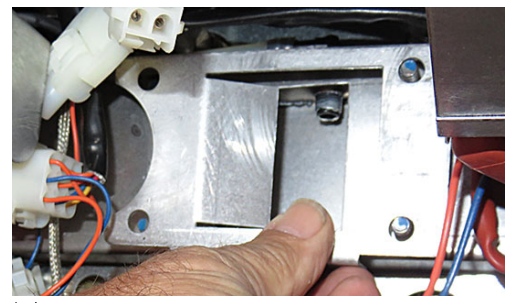

図13
16. プレナムガスケットとバッフルを取り外します（図13を参照）。